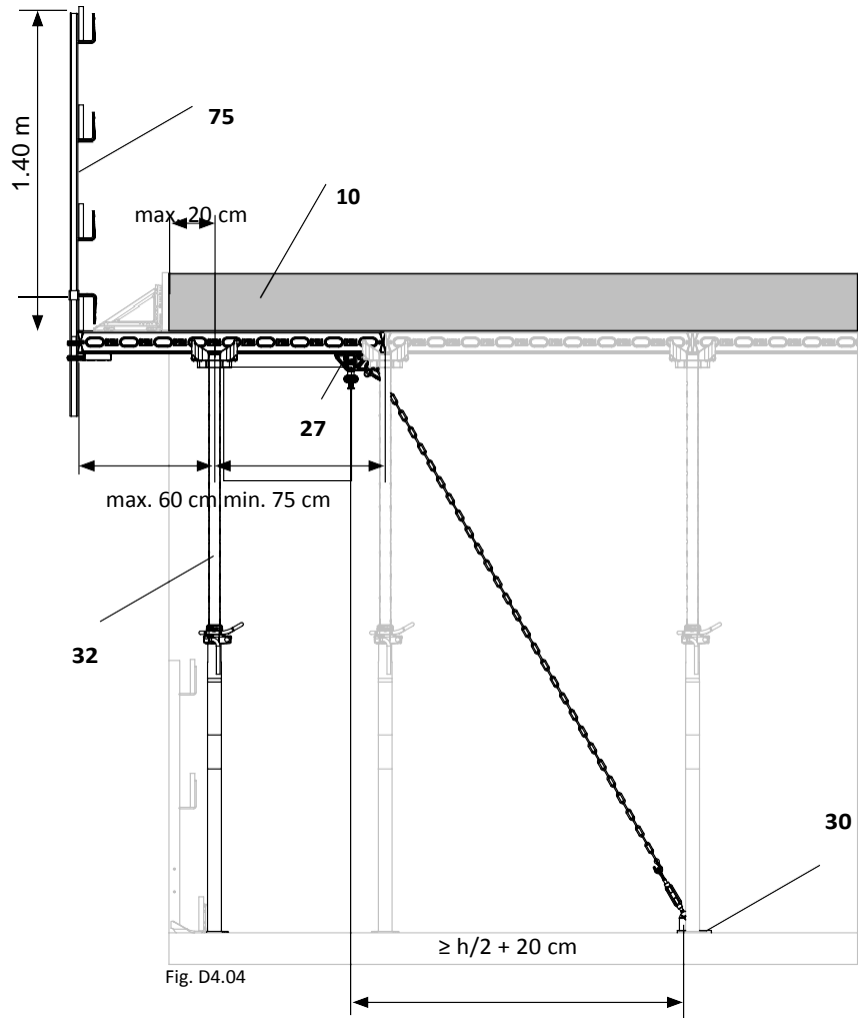

Fig. D4.04
Максимална конзола 60 cm, виж fig. D4.04.
1. Монтирайте петата (30) като долна опорна точка с PERI анкерни болтове 14/20 x 130. (Fig. D4.04)
2. Закачете веригата на болта на свързващата скоба DUO (27).
4. Затегнете веригата. Макс. опънова сила 3kN. (Fig. D4.04)
Осигурете конзолите. (Fig. D4.04)